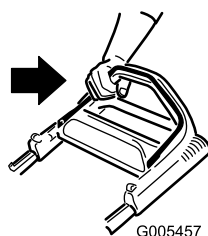

Figure 13
2. Maintenez la barre de commande de la lame contre le guidon (Figure 13).